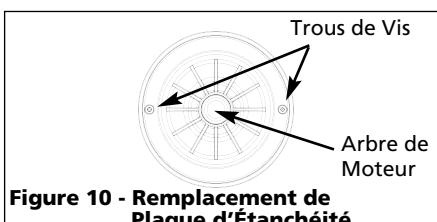

Figure 10 - Remplacement de Plaque d'Etanchéité
2. Glisser la plaque d'étanchéité soigneusement par dessus l'arbre afin de ne pas bouger la position du joint dans la plaque d'étanchéité. La plaque doit être orientée pendant le montage pour aligner les deux trous sur une ligne horizontale à travers l'arbre de moteur et les (4) chevilles de repérage sur le dos de la plaque avec les attaches sur le carter de moteur (Figure 10). Ce placement assure le vidange et l'amorçage correct.